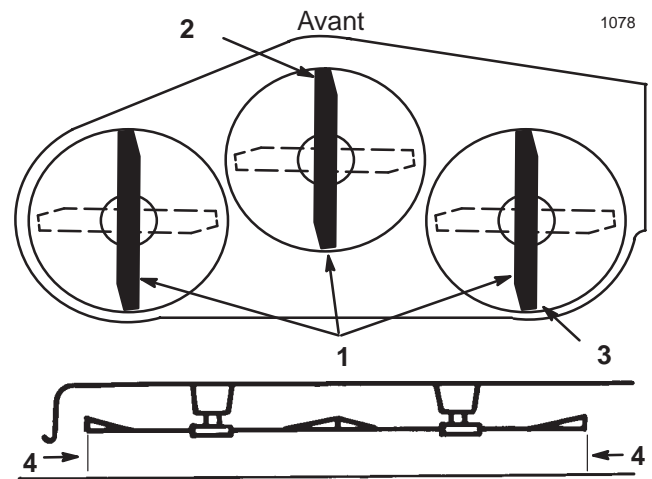

Figure 40
5. Réglez la hauteur de coupe à 76 mm (3") et tournez les lames avec précaution dans le sens longitudinal (Fig. 40).
6. Mesurez la distance entre la pointe de la lame avant (Fig. 40) et la pointe de la lame arrière par rapport à la surface plane. Si la pointe de la lame avant n'est pas de 1,6 à 7,9 mm (1/16" à 5/16") plus basse que la pointe arrière, réglez les tourillons avant.
9. Lorsque les deux tourillons sont réglés de la même manière, fixez les chapes en place à l'aide des goupilles fendues. Vérifiez de nouveau l'inclinaison avant/arrière. Poursuivez le réglage des chapes jusqu'à ce que la pointe avant de la lame soit de 1,6 à 7,9 mm (1/16" à 5/16") plus basse que la pointe arrière (Fig. 40).